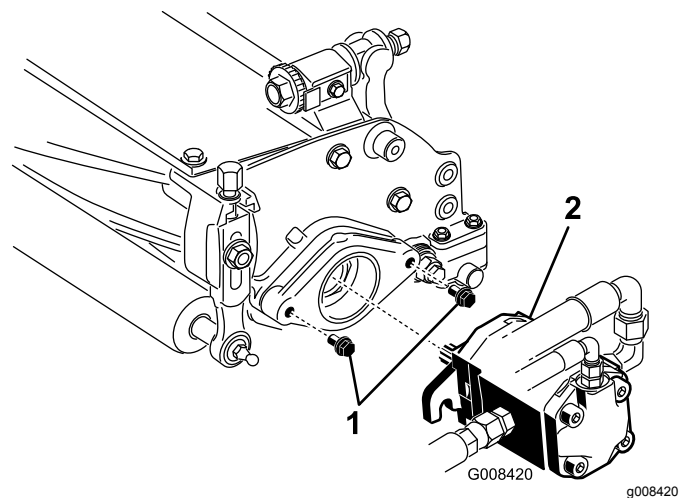

Рисунок 11
8. Нанесите на шлицевый вал электродвигателя чистую консистентную смазку и установите электродвигатель, повернув его по часовой стрелке так, чтобы фланцы электродвигателя были отодвинуты от шпилек. Поверните электродвигатель против часовой стрелки так, чтобы его фланцы охватывали шпильки (**Рисунок 11**).
9. Затяните монтажные болты (**Рисунок 11**).
7. Убедитесь, что резьба каждого монтажного болта электродвигателя барабана выступает примерно на 13 мм (**Рисунок 11**).